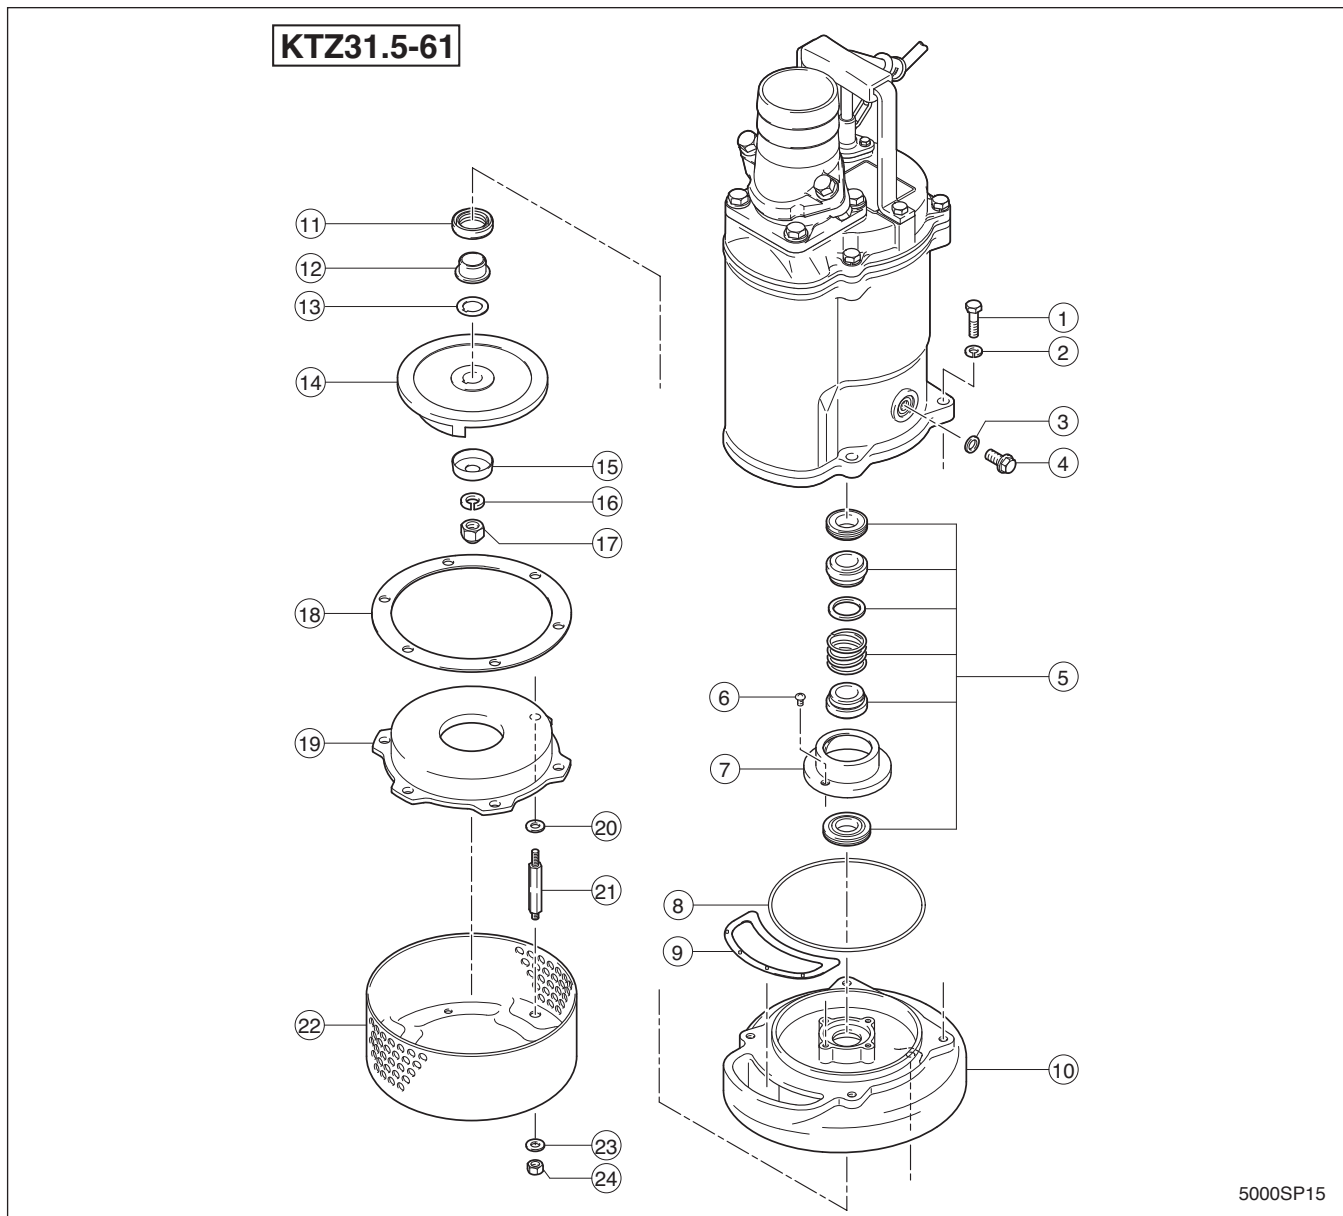

FIGURA 1.14 VISIÓN EXPANDIDA
El desglose de la bomba que aparece en la Figura 1.14 se basa en la construcción del modelo KTZ21.5-61 / KTZ31.5-61 de 2 HP. Sin embargo, los modelos PS trifásicos de 3 HP, 5 HP y 7,5 HP tienen la misma construcción que los modelos KTZ21.5-61 y KTZ31.5-61, salvo la manga (12) no es pertinente para los modelos 5 HP y 7,5 HP.
1. Retiro de la coladera (22)